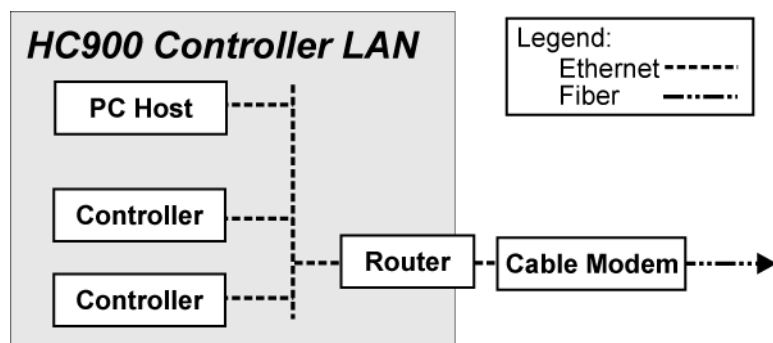

Figure 21 – Installation classique utilisant un modem câblé
- Installation et configuration d'un routeur garantissant l'isolation et la sécurité. (Figure 21) (Cette étape fait partie de l'installation de réseau standard.)